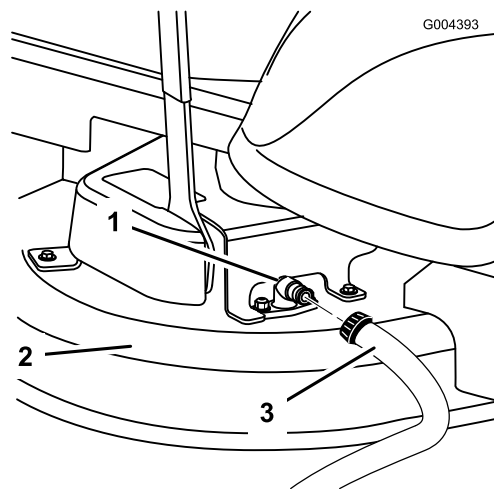

Figura 60
3. Conecte una manguera al conector de lavado del cortacésped, y abra el grifo al máximo (Figura 60).